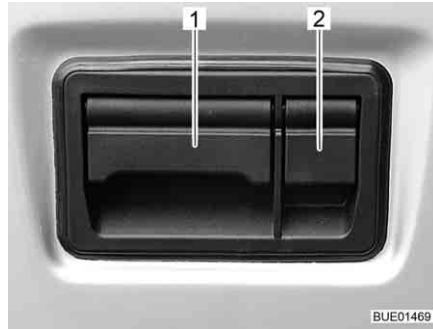

Bild 31 Lucklås baklucka, utvändigt
- Öppna skyddsluckan (Bild 31,2).
- Dra luckan (Bild 31,1) uppåt och öppna bakluckan.